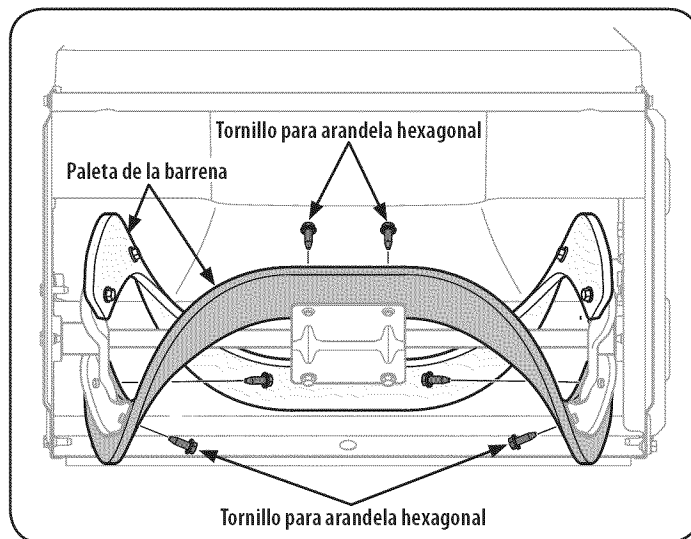

Figura 22
Para cambiar las paletas de caucho, proceda como sigue y consulte la Figura 22:
3. Saque las paletas de caucho ya existentes para lo cual desenrosque los tornillos para arandelas hexagonales que las unen a la barrena. Vea la Figura 22.